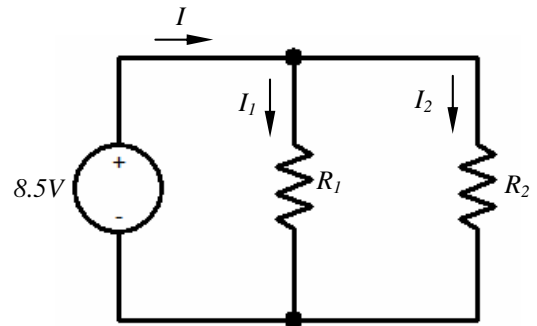

Fig. 1.5
b) Finalmente, monte o circuito paralelo da fig. 1.5 com  $R_1 = 680\Omega$  e  $R_2 = 1k\Omega$ .